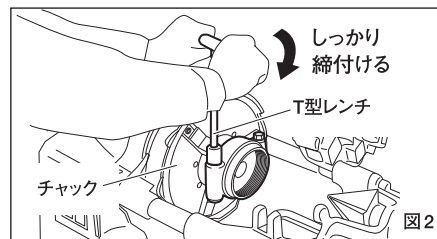

図2
- 本体(A)と(B)の間に隙間がないように「六角ボルト」を2カ所「T型レンチ」で締め付けてください。(図2)